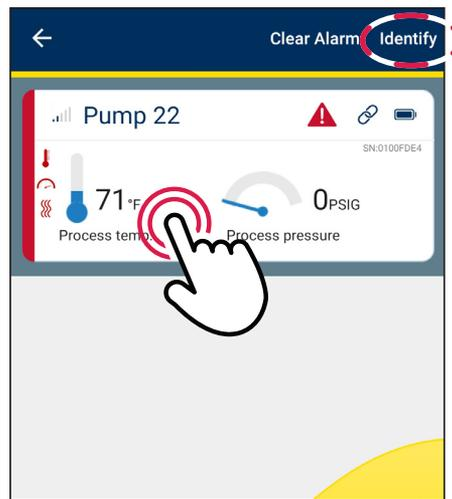

Abbildung 42
- Für **Android**: **drücken und halten Sie** den gewünschten Sensor (siehe Abbildung 42). Die Option „Löschen“ wird eingeblendet.